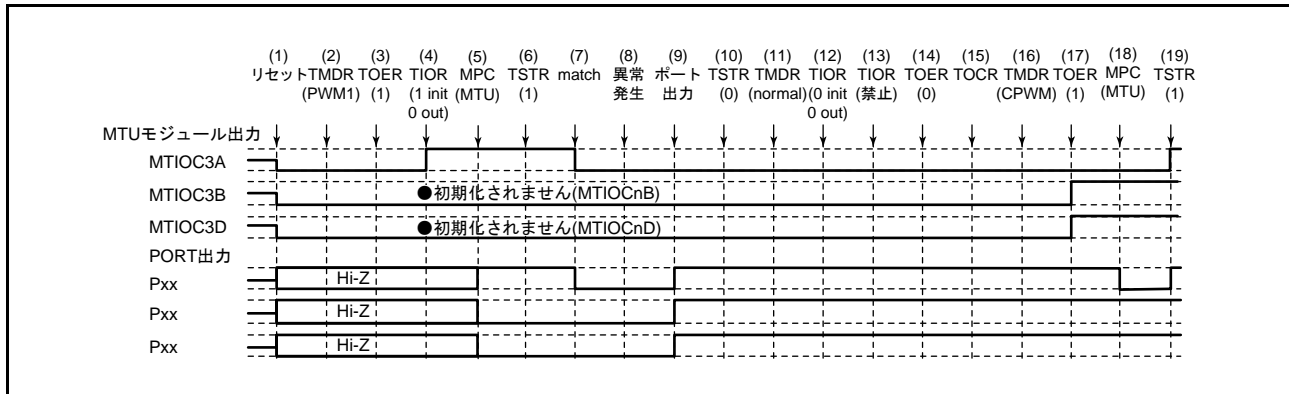

図 20.153 PWM モード 1 で異常が発生し、相補 PWM モードで復帰する場合
PWM モード 1 で異常が発生し、再設定後相補 PWM モードで再スタートする場合の説明図を図 20.153 に示します。
(1) ~ (14) は図 20.153 と共通です。
(15) TOCR1A、TOCR2A レジスタでリセット同期 PWM の出力レベルと周期出力の許可 / 禁止を選択してください。
(16) リセット同期 PWM を設定します。
(17) TOERA レジスタで MTU3、MTU4 の出力を許可してください。
(18) MPC と I/O ポートのポートモードレジスタ (PMR) で MTU 出力としてください。
(19) TSTRA レジスタで再スタートします。